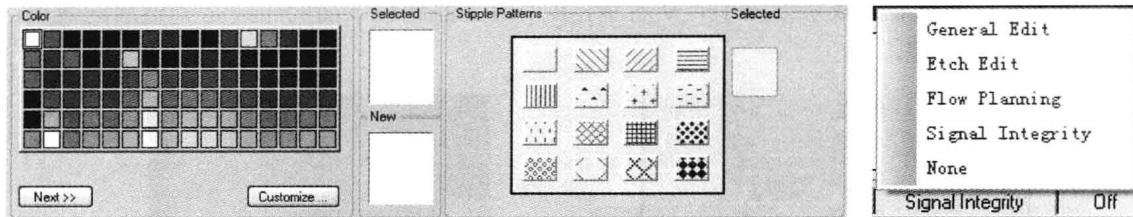

图 1-4-3 Cadence 16.5 颜色设置
1) 点画模式的高亮显示 Allegro 16.5 新增点画模式 (Stipple Patterns)，在对对象进行颜色指定和高亮显示时，都可以设定点画模式，颜色设置界面如图 1-4-3 所示。